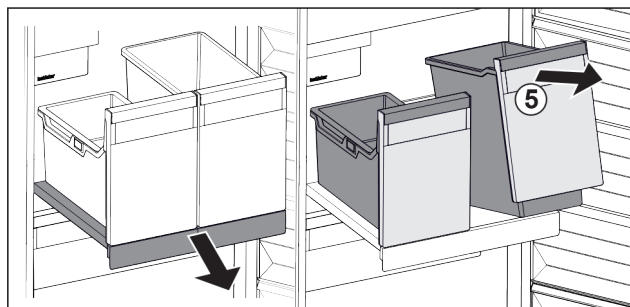

Fig. 99
- ▶ Повдигнете съда Fig. 99 (5) отпред.